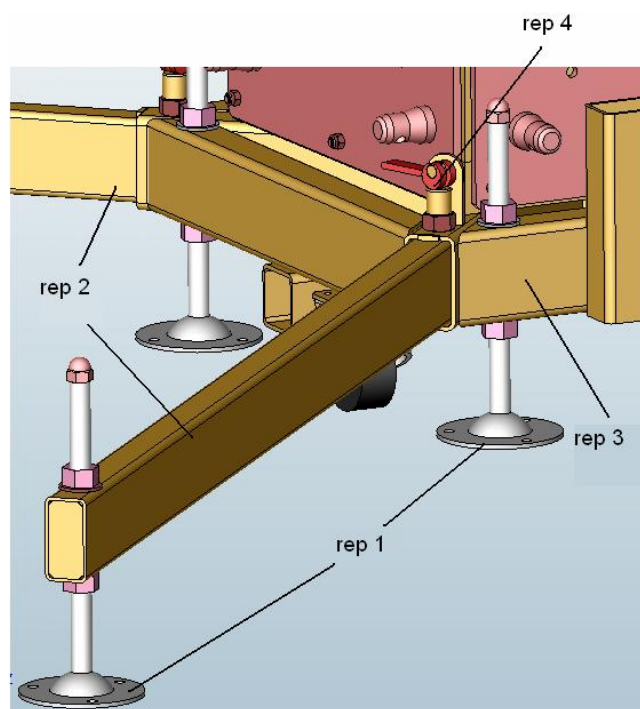

fig.2
b) Verrouiller les pieds au châssis à l'aide d'index à ressort (rep 4) (fig.2).